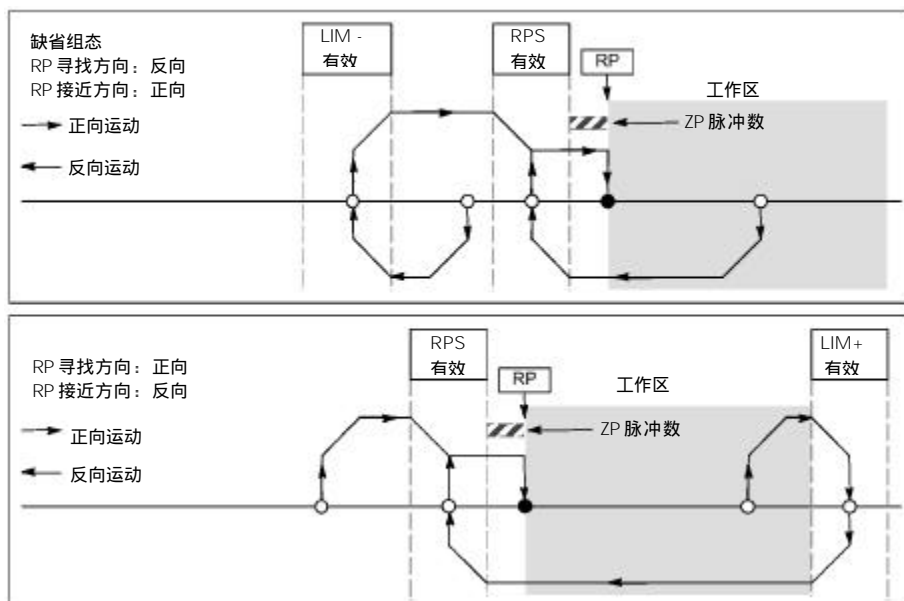

图 9-16 RP 寻找模式 3
- 图 9-16 所示是 RP 寻找模式 3 的选项。这种模式将 RP 定位在 RPS 输入有效区域之外一个指定数量的零脉（ZP）处。